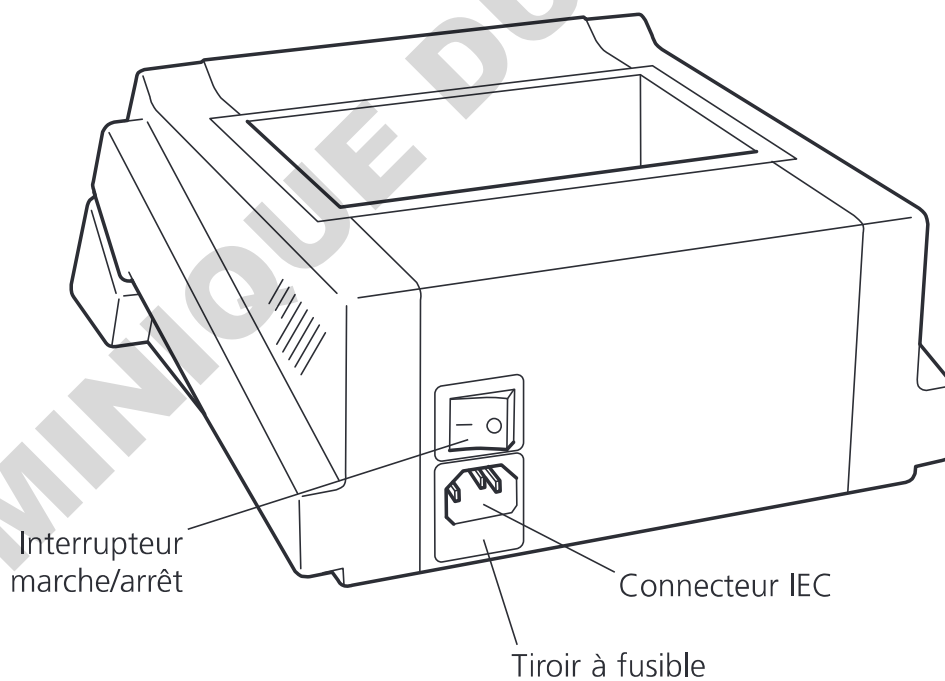

Figure 2: Vue arrière
The instruments are fitted with an IEC socket at the rear of the instrument for connection of the mains lead. The IEC socket contains a pull out draw containing the fuses and a mains on/off switch - see figure 2.
1. Mettre sous tension à l'aide de l'interrupteur situé à l'arrière de l'instrument - voir figure 2.